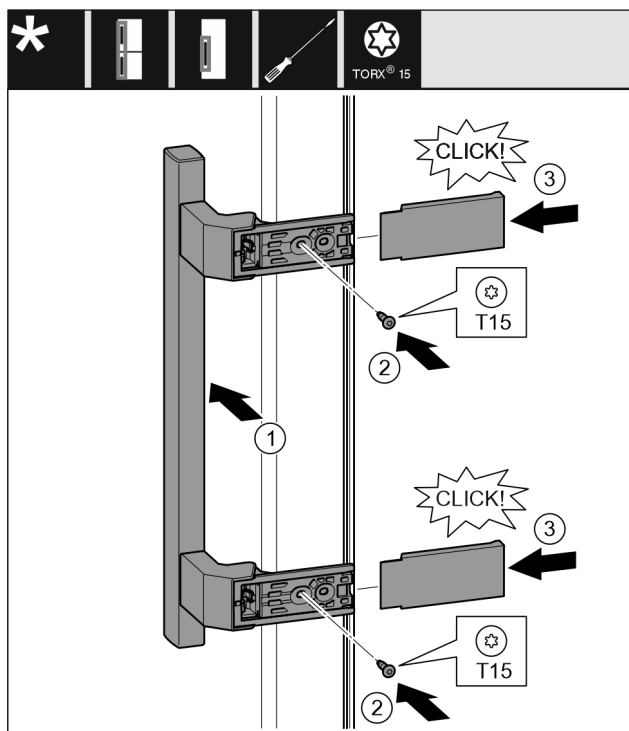

Fig. 21
- ▶ Applicare la maniglia sul lato opposto. Fig. 21 (1)
- ▶ Serrare le viti con il cacciavite T15. Fig. 21 (2)
- ▶ Applicare le coperture lateralmente e spingerle. Fig. 21 (3)